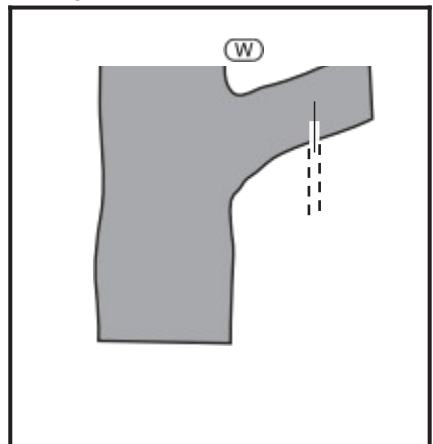

ABB.29
9.10 ENTASTEN (ABB.29)
- Für die montierte Kette geeignete Rundfeile verwenden. Schärfwinkel einhalten (Abb. 29, Teile 2,3,5,6).
- Von innen nach außen feilen (Abb. 29, Teil 1), zuerst alle Zähne einer Seite, dann alle Zähne der anderen Seite.
- Feile so ansetzen, dass 20 % ihres Durchmessers über den Schneidzahn ragen (Abb. 29, Teil 4).